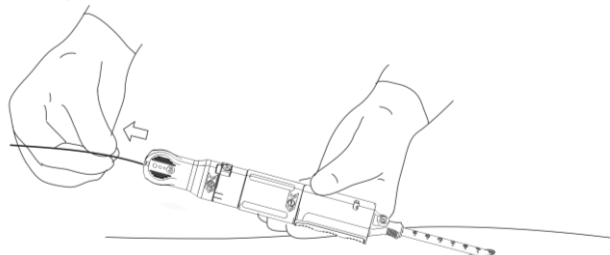

Figure 14. Retrait du guide
- a. Localiser le repère « 3 » et retirer entièrement le guide du patient ainsi que le dispositif de fermeture PerQseal®. Le retrait du guide peut être effectué par un assistant. Figure 14.